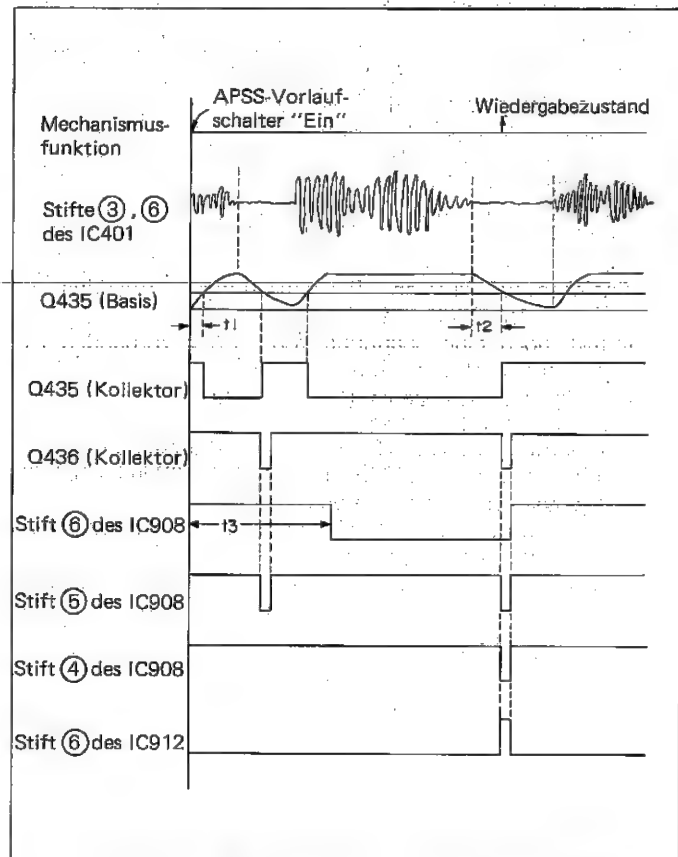

Abbildung 26-1 SIGNALFLUSSDIAGRAMM
Das durch den Aufnahme/Wiedergabekopf erkannte Programmquellsignal wird zuerst durch den IC401 verstärkt; hier werden auch die Signale des rechten und linken Kanals addiert und dem Stift ① des IC402 zugeleitet, wo das Signalgemisch verstärkt und vom Stift ④ abgeleitet wird. Das verstärkte Signal wird dann dem Q434 zugeleitet und an der Basis-Emitter-Übergangszone einem Schaltvorgang unterzogen. Danach wird es zuerst durch die Zeitkonstante  $t_1$ , durch R536, C495, R537 und C489 gewährleistet, dann durch die Zeitkonstante  $t_2$ , durch R537 und C495 gewährleistet, zeitlich verzögert. Das Signal wird dann über Q435 der Basis des Q436 zugeleitet. (C497 zwischen dem Kollektor des Q435 und der Basis des Q436 dient als Differenzierschaltung.) Vom Kollektor des Q436 kommend wird das Signal dann über den Stift ⑩ des CNP404/CNP404 dem Stift ⑤ des IC908 zugeleitet. In der "Schnellsuch-Betriebsart" wird der erwähnte IC908 durch die Zeitkonstante  $t_3$ , durch R933 und C910 gewährleistet, beeinflusst, wobei das Signal hier zeitlich verzögert und vom Stift ⑥ des IC908 abgeleitet wird. In diesem Zusammenhang ist zu beachten, daß der am Kollektor des Q436 erzeugte Impuls dem Stift ⑤ des IC908 zugeleitet und von dessen Stift ④ abgeleitet wird. Nach Polaritätsumkehrung erscheint der Impuls schließlich am Stift ⑥ des IC912, dessen Wellenformen in der Abbildung 26-1 gezeigt werden. Auf diese Weise erkennt das Gerät eine signalfreie Leerstelle zwischen zwei Programmen, um dann automatisch mit der Wiedergabe zu beginnen.